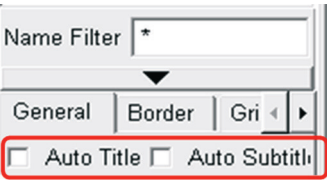

Figura 4.174 – Criando um novo gráfico.
- Certifique-se que a opção *Auto Title* e *Auto Subtitle* não estão selecionados (Figura 4.174).